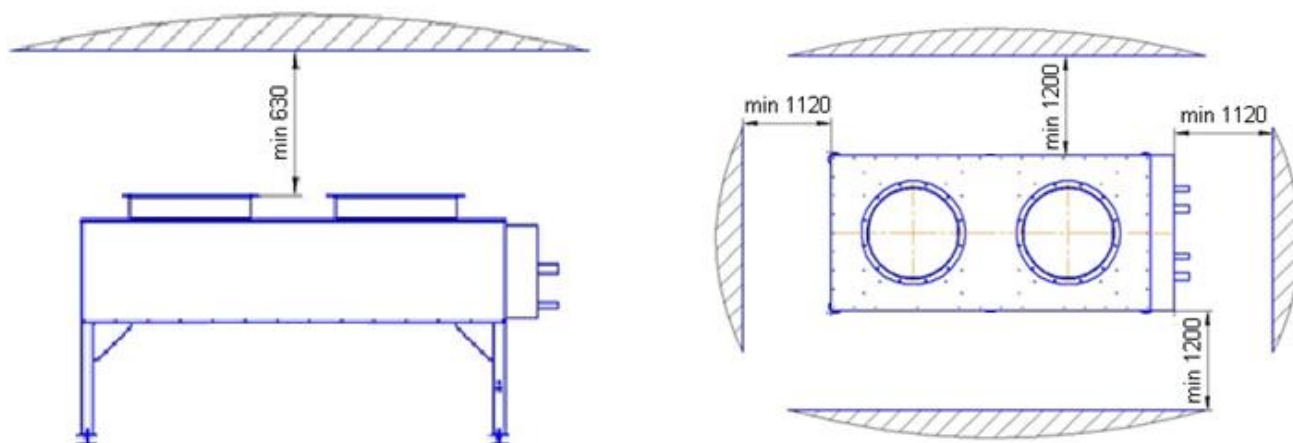

Рис. 3 Минимальные расстояния до конденсатора ВФК.
6.1.3. При выборе места для монтажа конденсатора должны учитываться минимальные расстояния до конденсатора для сервисного обслуживания, указанные на Рис. 3.